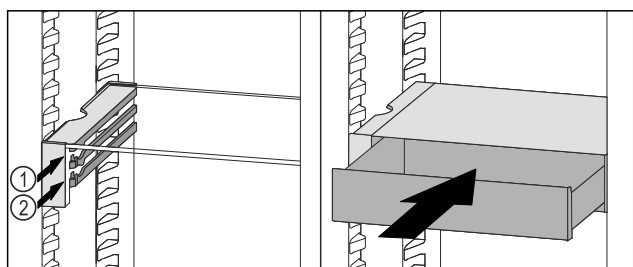

Fig. 103
- VarioSafe-lade achter de stoppers op de gewenste rib Fig. 103 (1) of Fig. 103 (2) plaatsen.